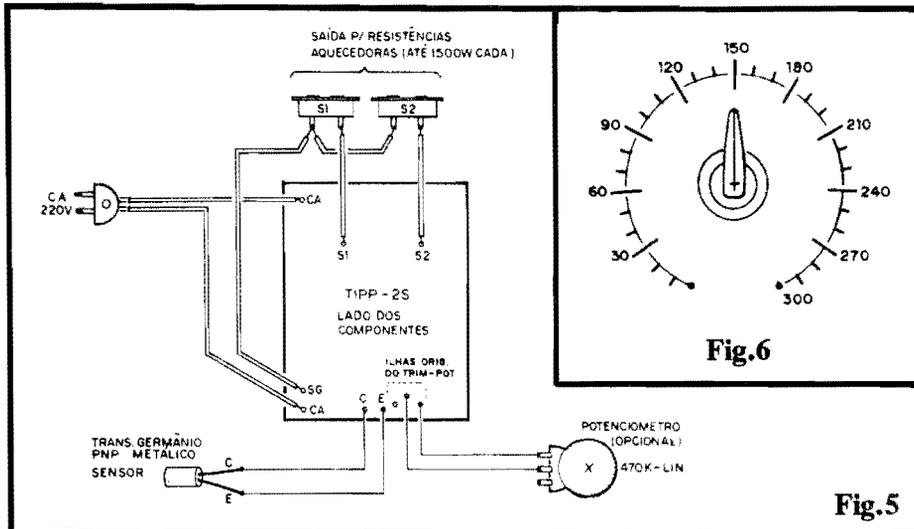

Fig.5
ginal do TIPP-2S...), porém é possível simplesmente substituir tal componente por um potenciômetro externo à placa, ligado a ela através de fios isolados, no necessário comprimento (ver próxima figura...). Notar que algumas ilhas/furos, embora codificadas, estão "livres" no diagrama... Destinam-se tais pontos às conexões externas, detalhadas na fig. 5...
- FIG. 5 - CONEXÕES EXTERNAS À PLACA - As ligações externas à